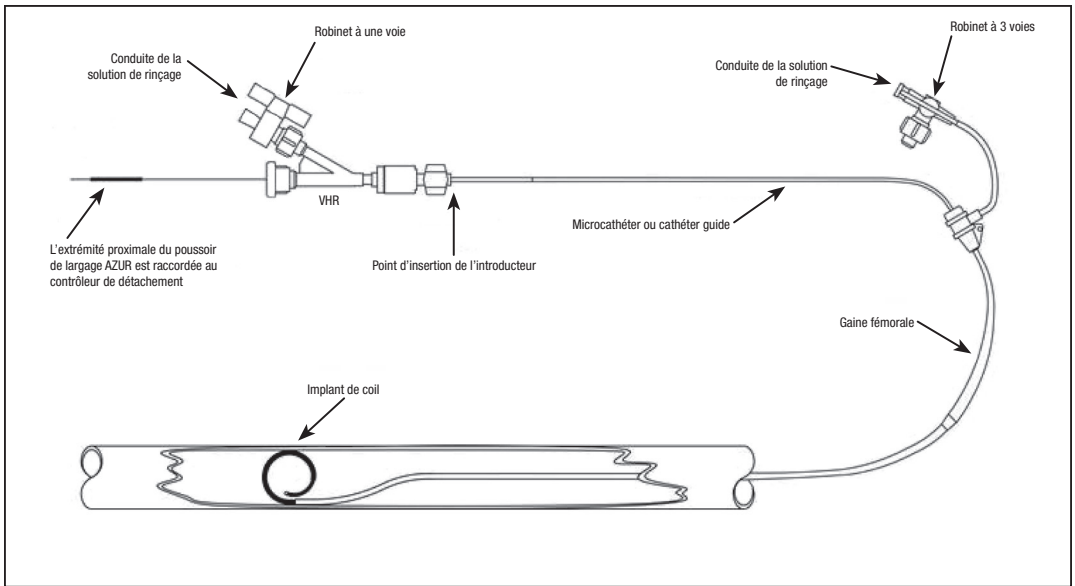

Figure 1 – Schéma d'installation du système AZUR
- **NE PAS** utiliser avec des appareils émettant des radiofréquences (RF).
1. Se reporter à la Figure 1 pour le schéma d'installation.